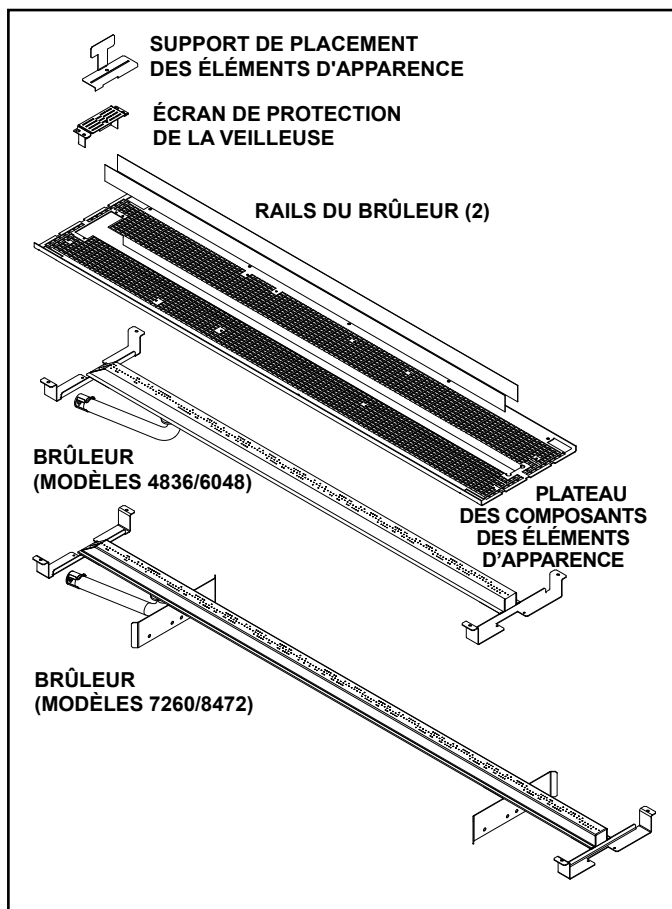

Figure 2. Panneau de composants des éléments d'apparence
- Le support de placement des éléments d'apparence inclus, montré à la figure 2, DOIT être utilisé chaque fois que les éléments d'apparence sont placés sur le brûleur afin d'assurer qu'aucune pièce ne tombe dans la zone d'allumage du brûleur. Vérifier que le support de placement des éléments d'apparence est correctement installé dans l'appareil. Voir la figure 3.